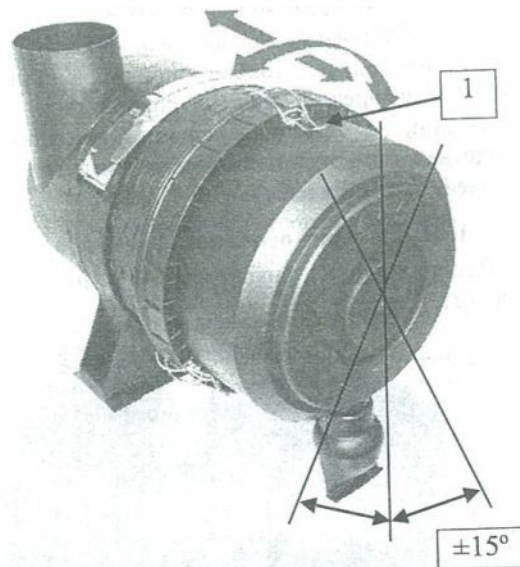

Рис. 4 Допустимые углы установки клапана удаления пыли
Наденьте крышку фильтра, при этом нужно соблюдать положение клапана удаления пыли. (Рис. 4).
Защелкните пружинные фиксаторы (1) (Рис. 4).